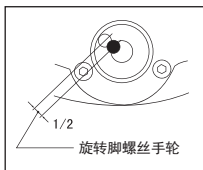

图8
1. 旋转脚螺丝手轮**9**，使气泡向中心移动，偏移量为**1/2**。(图8)